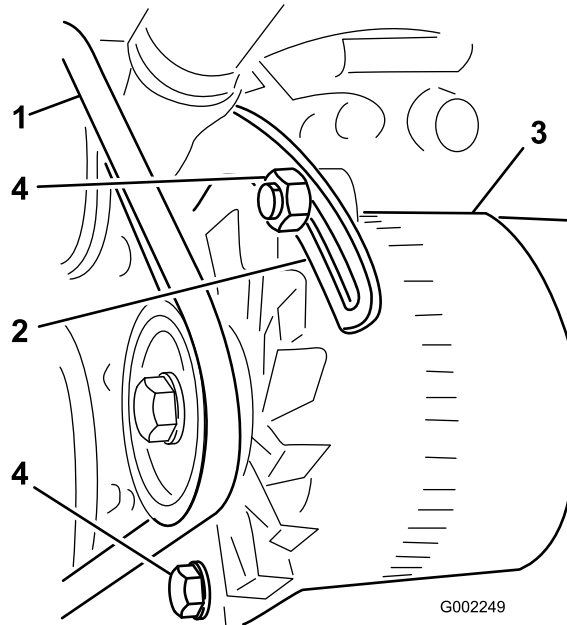

Figure 85
3. Desserrez les boulons de fixation du renfort au moteur et le boulon de fixation de l'alternateur au renfort (Figure 85).